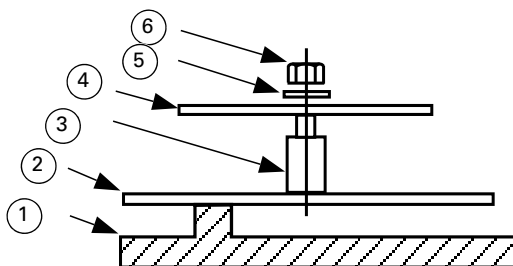

Fig. 5: ANC-8, dettaglio del fissaggio dei PCB
- 1 Montare i PCB ausiliari richiesti sul telaio rimovibile fissandoli come illustrato nella fig. 5.